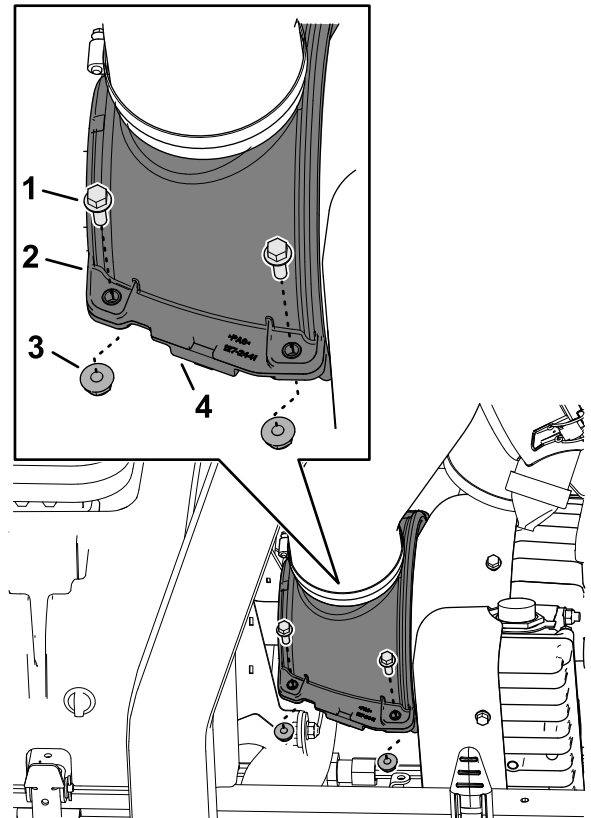

Figura 69
1. Retire los 4 tornillos con arandela prensada y las 4 contratuercas con arandela prensada que sujetan las cubiertas de aire de refrigeración superior e inferior del generador (Figura 69).